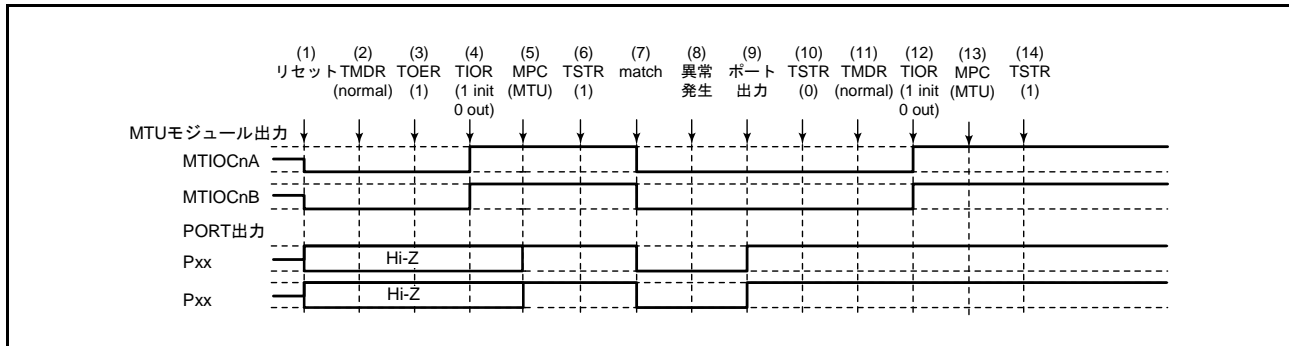

図 20.127 ノーマルモードで異常が発生し、ノーマルモードで復帰する場合
ノーマルモードで異常が発生し、再設定後ノーマルモードで再スタートする場合の説明図を図 20.127 に示します。
(1) ~ (10) は図 20.127 と共通です。
(11) PWM モード1を設定します。
(12) TIOR レジスタで端子を初期化してください。なお、PWM モード1では MTIOCnB (MTIOCnD) 端子に波形が出力されません。出力すべきレベルがある場合は、I/O ポートのポート方向レジスタ (PDR)、ポート出力データレジスタ (PODR) で汎用出力ポートの設定をしてください。
(13) MPC と I/O ポートのポートモードレジスタ (PMR) で MTU 出力としてください。
(14) TSTR レジスタで再スタートします。
(11) PWM モード2を設定します。
(12) TIOR レジスタで端子を初期化してください。なお、PWM モード2では周期レジスタの端子は初期化されません。初期化したい場合にはノーマルモードで初期化した後 PWM モード2に移行してください。
(11) 位相計数モードを設定します。
(12) TIOR レジスタで端子を初期化してください。
- (11) TIOR レジスタでノーマルモードの波形生成部を初期化してください。
- (12) TIOR レジスタでノーマルモードの波形生成部の動作を禁止してください。
- (13) TOER レジスタで MTU3、MTU4 の出力を禁止してください。
- (14) TOCR レジスタで相補 PWM モードの出力レベルと周期出力の許可 / 禁止を選択してください。
- (15) 相補 PWM モードを設定します。
- (16) TOER レジスタで MTU3、MTU4 の出力を許可してください。
- (17) MPC と I/O ポートのポートモードレジスタ (PMR) で MTU 出力としてください。
- (18) TSTR レジスタで再スタートします。